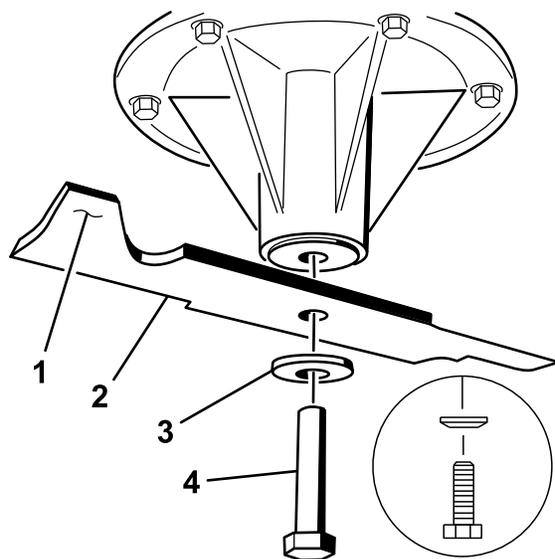

Figure 63
2. Pour les tabliers de coupe de 122 cm (48 pouces), enlevez le boulon de lame, la rondelle bombée et la lame de l'axe de pivot (Figure 63).
Remarque: Si la lame reste horizontale, elle est équilibrée et peut être utilisée. Si la lame est déséquilibrée, limez un peu l'extrémité de la partie relevée seulement (Figure 63)..
1. Placez la lame sur l'axe (Figure 63).
Important: Pour obtenir une coupe correcte, la partie relevée de la lame doit être tournée vers le haut et dirigée vers l'intérieur du tablier de coupe (Figure 63).
2. Sur les tabliers de coupe de 122 cm (48 pouces), montez la lame, la rondelle bombée et le boulon de lame (Figure 63).